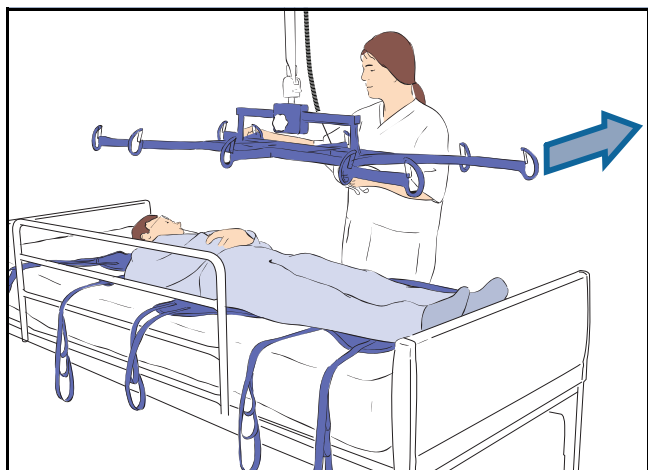

図 17
- 12) フレームを患者様から遠ざけます（図 17 参照）。